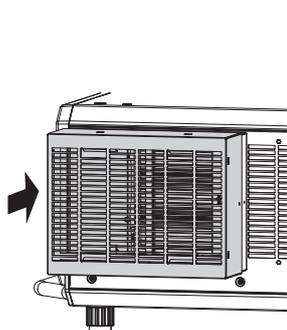

Fig. 1
- 1) **Fixez le couvercle de filtre longue durée à l'attache de montage du filtre longue durée. (Fig. 1)**